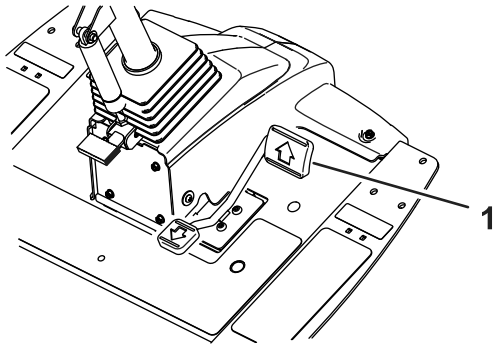
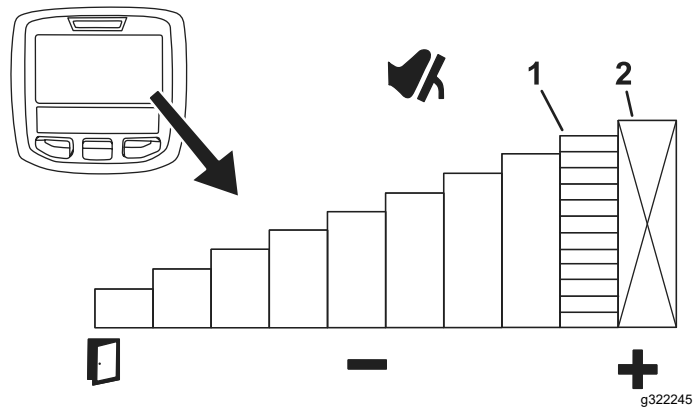

Figure 27
Figure 28
Pour régler temporairement la vitesse maximale de la machine, poussez la pédale de déplacement complètement en avant (Figure 27). Vous pouvez régler une vitesse séparée pour le mode Tonte et le mode Transport (Figure 28).
- Pour accéder à cette fonction, appuyez sur le bouton central de l'InfoCenter (Figure 28).